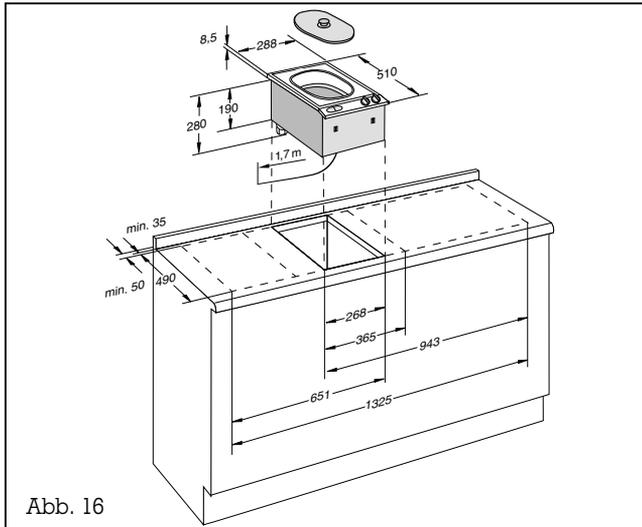

Abb. 16
**Wichtig!** Der Winkel zwischen der Schnittfläche und der Arbeitsplatte muss  $90^\circ$  betragen (Abb. 16).